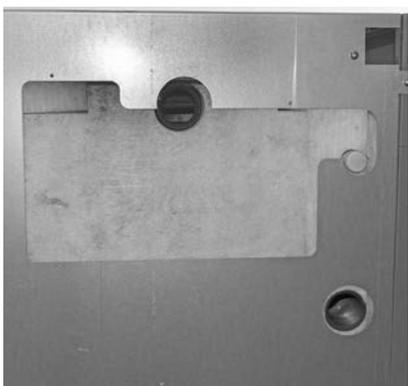
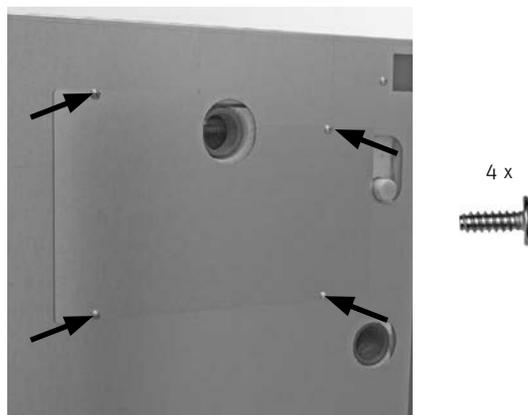

Fig. 64 Inserire l'isolamento
Fig. 65 Montare la copertura in corrispondenza della tiranteria per la pulizia
- Inserire l'isolamento in corrispondenza della tiranteria per la pulizia (Fig. 64) e montare la copertura con 4 viti autofilettanti - Fig. 65,